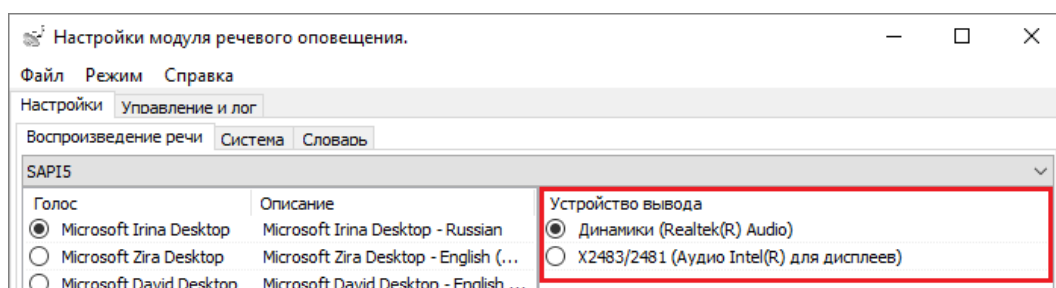

Рисунок 8-179 Выбор устройства вывода для речевого оповещения
- устройство вывода (см. Рисунок 8-179);